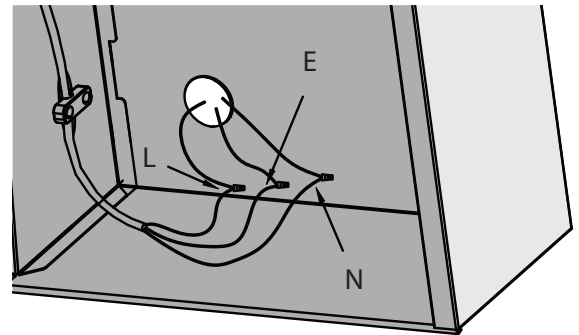

Figure 8
- Connecter le NOIR au NOIR, le BLANC au BLANC et le fil VERT au VERT (voir figure 8).